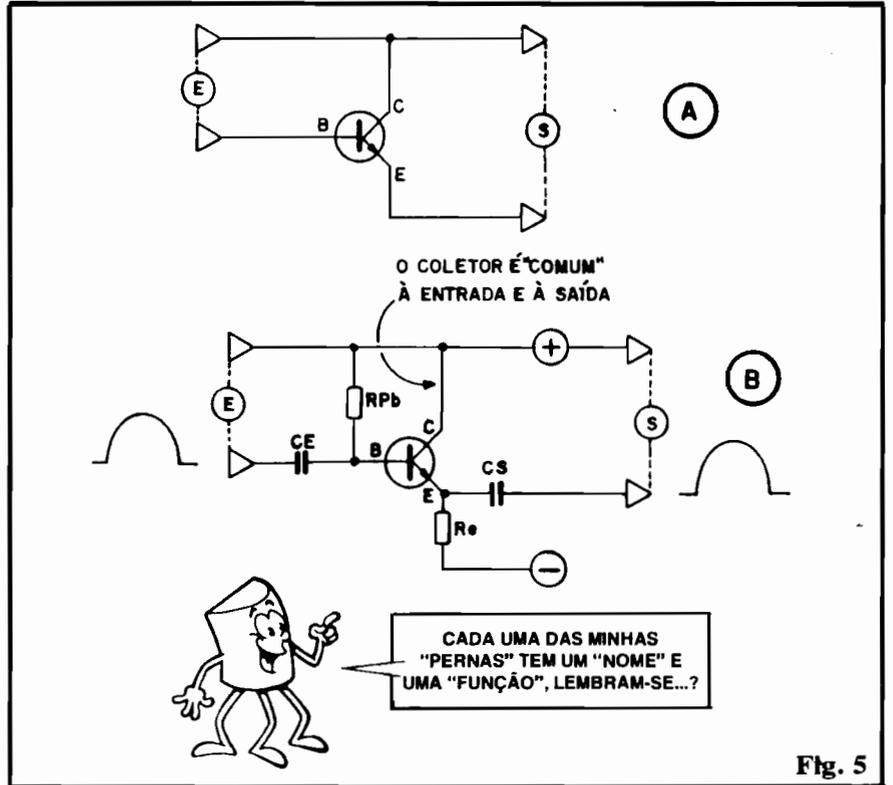

Fig. 5
- **FIG. 5 - COLETOR COMUM** - O esboço do arranjo (5-A) mostra como o **coletor** "serve" tanto à Entrada (E) quanto à Saída (S) do bloco amplificador. Numa configuração prática, a disposição do circuito fica como mostrado em 5-B. Notar que nesse caso, é costumeiro recolher-se a Saída no **emissor** do transistor, "carregado" pelo resistor R_e . Observar que os capacitores CE e CS são normalmente intercalados (para funcionamento com sinais alternado) na função de "bloqueio" de C.C. (tais capacitores **podem** não ser necessários, em amplificação de C.C. ou em certos tipos de acoplamento, detalhados mais adiante, ainda na presente "Aula"...). Pelas formas (gráficos) de onda exemplificadas na figura, verificamos ainda que nessa configuração **não ocorre** a "inversão de fase" ou polaridade (que se verifica - como vimos - na configuração em **EMISSOR COMUM**). A **IMPEDÂNCIA** de entrada é **alta**, enquanto que a de saída é **baixa** (características inversas às verificadas em **EMISSOR COMUM**, portanto...). O ganho de **corrente** é bom, porém o ganho de **tensão** (ao contrário do que ocorre em **EMISSOR COMUM**) é muito baixo (o resistor de carga de **emissor**, R_e , é normalmente de valor baixo, proporcionando um reduzido "diferencial" de tensão com relação à linha do **negativo**).